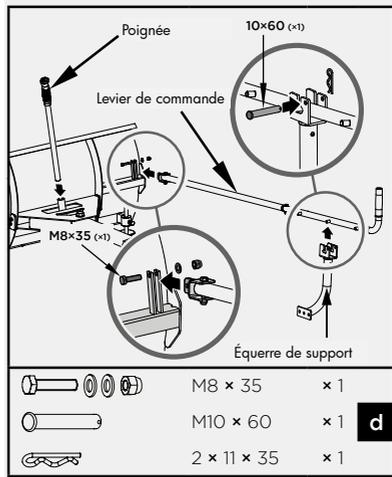

Figure 13
4. Fixez le levier de commande au tube de guidage. Alignez les trous et fixez-les avec un boulon M8×35, des rondelles et un écrou (figure 13).
5. Insérez la poignée de commande dans le support (figure 13).
6. Fixer l'équerre de support dans le levier de commande à l'aide de la goupille 10×60 et de l'attache pont (figure 13).